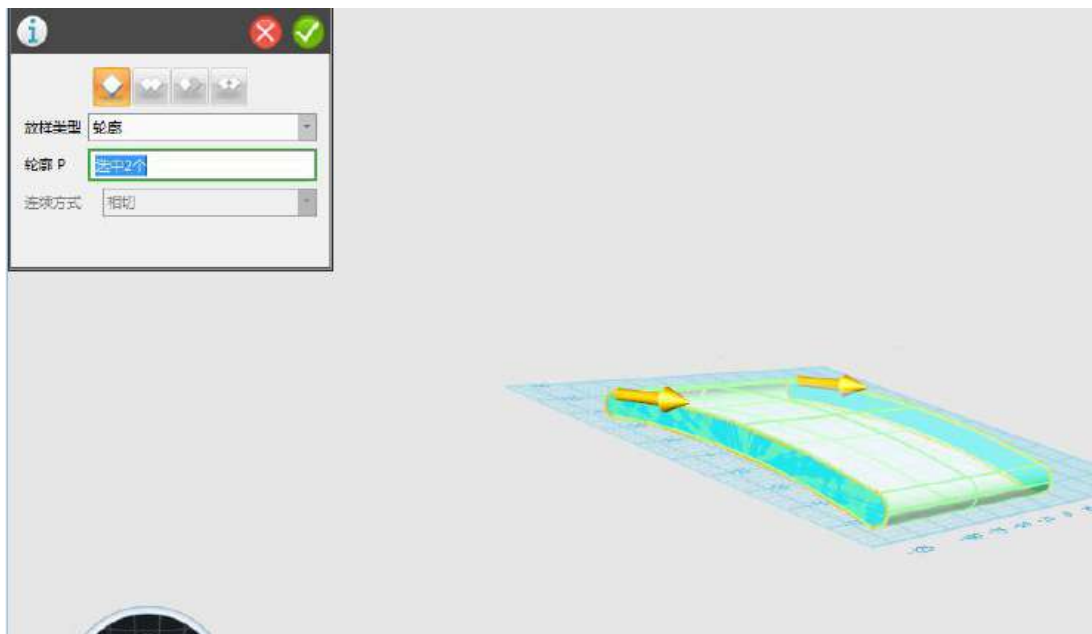

图 1-11
Step 11 选择特征造型  中的  放样命令，如下图 1-11 所示：